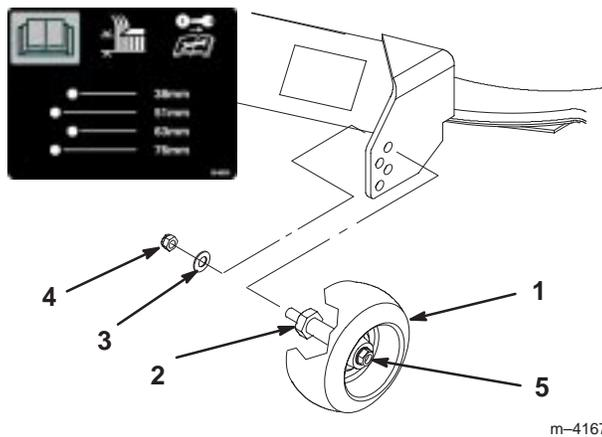

Bild 25
2. Entfernen Sie nach dem Einstellen der Schnitthöhe die Mutter und Scheibe, während Sie den Bolzen mit einem Schraubenschlüssel festhalten (Bild 25).
Hinweis: Entfernen Sie die Radmutter und Scheibe nicht (Bild 25).
3. Wählen Sie eine solche Höhe, bei der die Radstelze der gewünschten Schnitthöhe so nahe wie möglich ist (Bild 25).
4. Montieren Sie die Bolzenmutter und Scheibe (Bild 25).